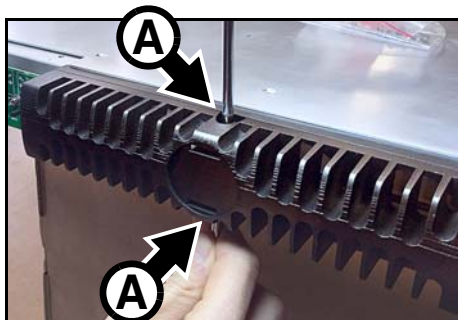

Bild 11: Zugriff auf die Luftfilter, P3-050 / P3-150
2. Siehe Bild 11. Hebeln Sie den Filter mit zwei Schlitzschraubendrehern in den Vertiefungen **A** (Pfeile) etwas nach vorn, um die Halteklammern zu lösen. Ziehen Sie den Filter nach vorne ab.